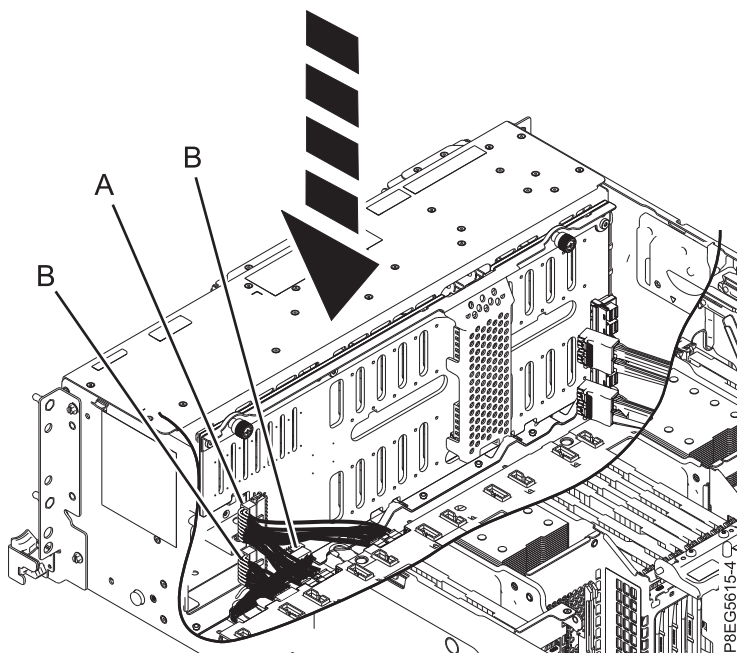

図 18. ディスク・ドライブ・バックプレーンへの電源ケーブル、信号ケーブル、およびコントロール・パネル・ケーブルの再接続
5. 23 ページの図 18 に示すように、信号ケーブルとコントロール・パネル・ケーブル (B)、および電源 Y ケーブル (A) をディスク・ドライブ・バックプレーンに再接続します。